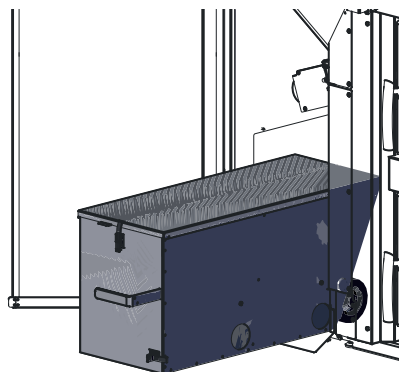

Fig. 34 Pousser un peu le réservoir vers la gauche et le sortir
- ▶ Pousser un peu le réservoir vers la gauche et le sortir – Fig. 34.